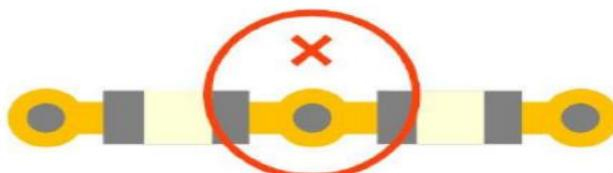

图 4-6 BGA 下方不建议共用 GND 过孔
7. 电容的每个管脚建议放置过孔，尽量避免电容之间共用过孔，这样做会导致寄生电感增加，如图 4-6。